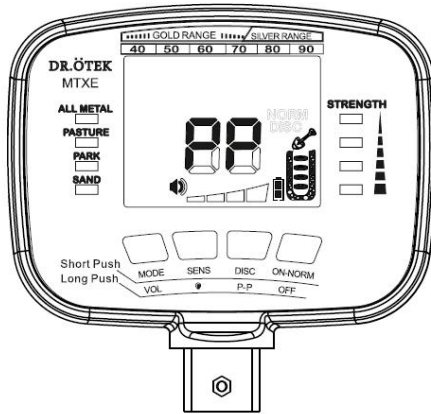

Abb. 16
- a) Langes Drücken der Taste DISC / P-P und die Anzeige PP leuchtet auf und blinkt. Der Detektor hört auf zu blinken, wenn der Abgleich abgeschlossen ist. Die Zielanzeige und digitale Anzeige gehen aus, die Tiefenanzeige ist voll beleuchtet und der Detektor gibt eine einzelnen mittleren Ton ab (siehe Abb. 16).